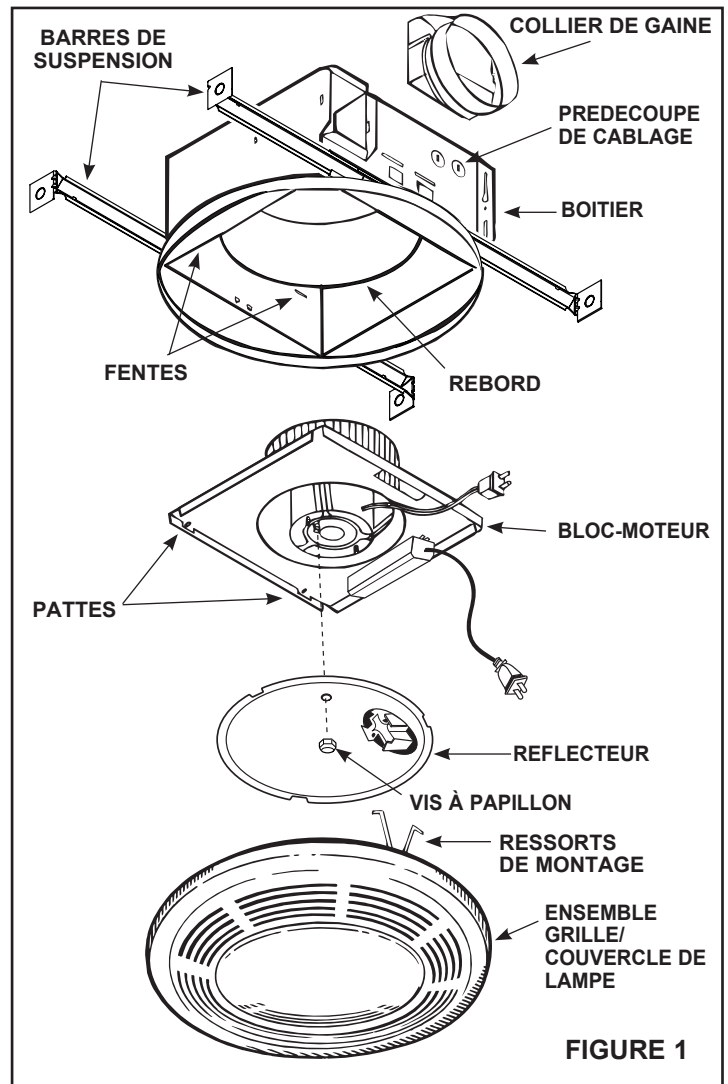

FIGURE 1
1. Refer to Figure 1. Place duct collar over flanges at discharge opening of fan. Secure collar by snapping tabs into slots in flanges.
1. Refer to Figure 1. Place power/blower unit into housing so that mounting plate's tabs insert into slots in housing.
- Voir Figure 1. Enlever le bloc-moteur du boîtier.
1. Voir Figure 1. Placer le collier de gainé sur les collerettes à l'ouverture d'évacuation du ventilateur. Fixer le collier en pressant les pattes dans les fentes des collerettes.
1. Voir Figure 1. Placer le bloc-moteur dans le boîtier de sorte que les pattes de la plaque de montage s'insèrent dans les fentes du boîtier.